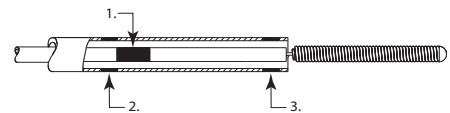

Figura 2
- Continuare a far avanzare la spirale staccabile Axium™ Prime finché il marker di allineamento della spirale, presente sullo spingitore dell'impianto, non si trova in posizione appena distale rispetto al marker prossimale del microcatetere (Figura 2).